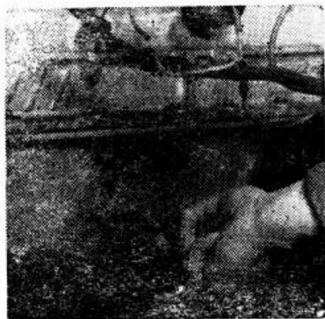

图 7
3. 发动发动机，以手心将起子抵住缸体下部或机油盘的各缸位置，触试有无震动感觉（图7）。